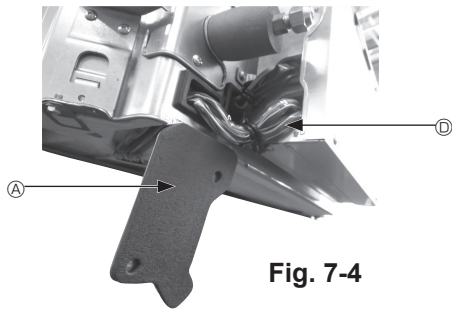

Fig. 7-4
- 2 Прокладіть кабелі датчика i-See та приймача сигналу через кабельні входи в розподільному ящику, як показано на схемі, і навколо втулок збоку основного блока. (Fig. 7-4)